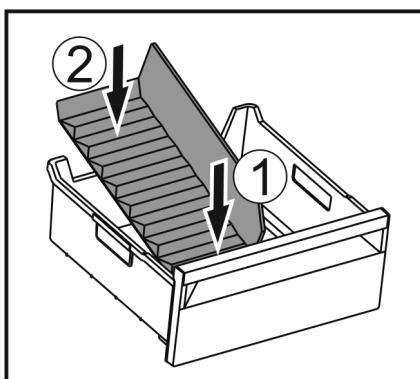

Fig. 169
- ▶ Вставити передню частину перегородки відділення для льоду. Fig. 169 (1)
- ▶ Опустити задню частину перегородки відділення до dna ящика для кубиків льоду. Fig. 169 (2)